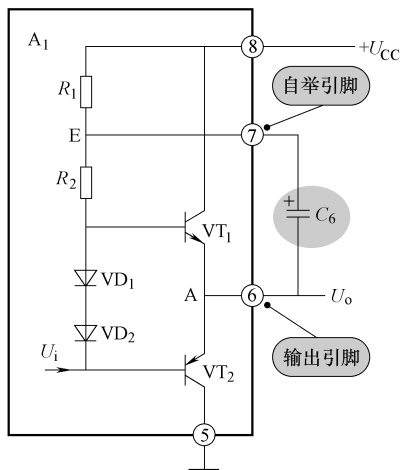

图 13-22 示意图
如图 13-22 所示电路, 集成电路  $A_1$  的⑦脚是自举引脚, 这一引脚的外电路特征是这样: 该引脚与信号输出引脚之间接有一只几十微法的自举电容  $C_6$ , 且电容的正极接自举引脚, 负极接信号输出引脚, 在确定了信号输出引脚之后, 根据这一外电路特征可以方便地找出自举引脚。